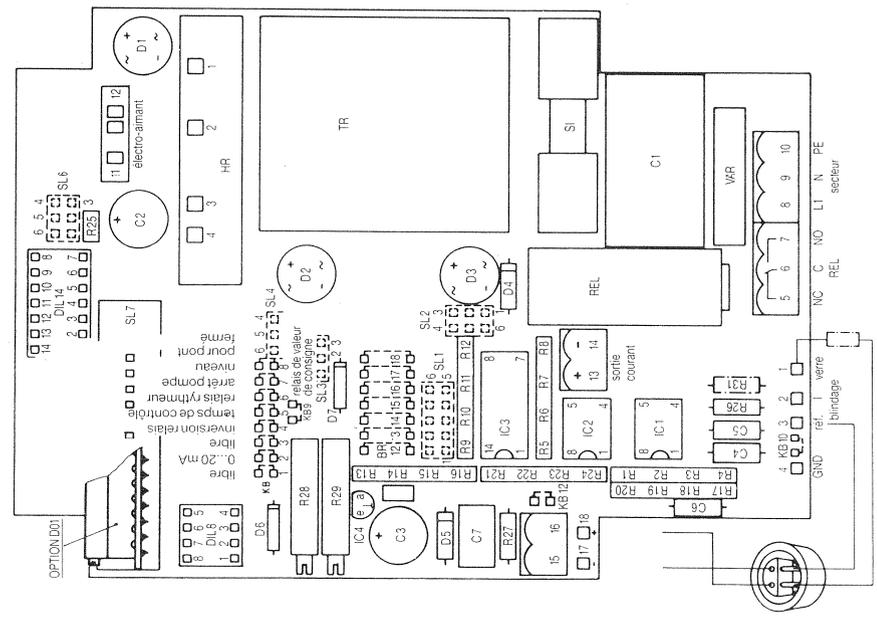

Figure 3 Platine régulateur (E)
- contrôler la tension secteur, ensuite contrôler le fusible à l'intérieur du corps (figure 3 Si)
- extraire le pont de court-circuitage KB 10 de la platine du régulateur (figure 3)